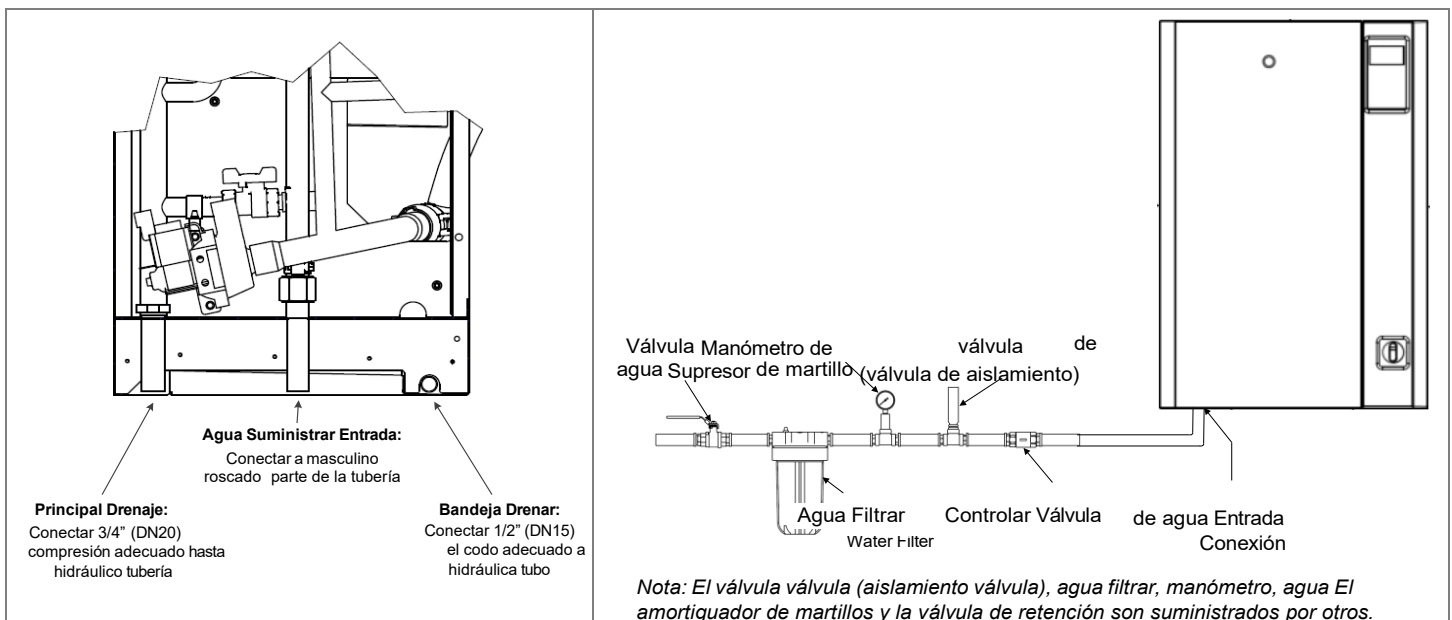

Ilustración 38 - Agua Suministrar y Drenar Conexiones
- 2 hidráulico tubería (no suministrado) debe ser metido debajo el humidificador y conectado a el drenar tuberías (ver Ilustración 38 – Conexiones de suministro de agua y drenaje).